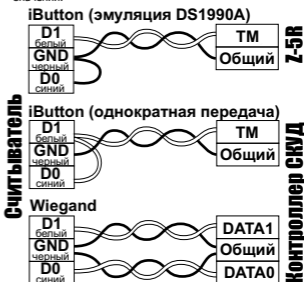

Рис.3 Выбор протокола передачи.
- подсоедините провода к считывателю в соответствии с рис.2 и рис.3. При подключении питания загорается
В рабочем состоянии горит красный светодиод, сигнализируя наличие питания. При внесении в поле действия считывателя proximity-брелка происходит чтение идентификационного номера брелка. Далее считанный идентификационный номер передается в контроллер по протоколу iButton (Dallas Touch Memory) или Weigand-26 (в зависимости от выбора протокола передачи, рис.3). При считывании номера брелка и передаче его кода в течение 1 секунды мигает красный светодиод.